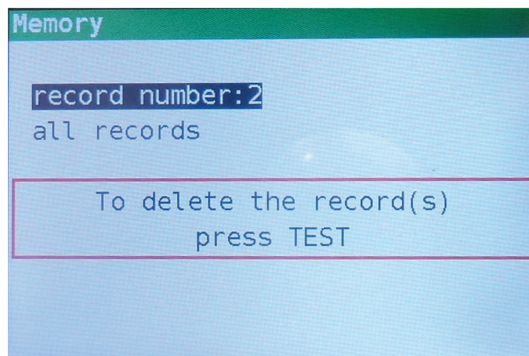

Figura 7.6: Pantalla de borrado
Paso 3 Presione la tecla **DCHA**, se mostrará la siguiente pantalla (Figura 7.6).